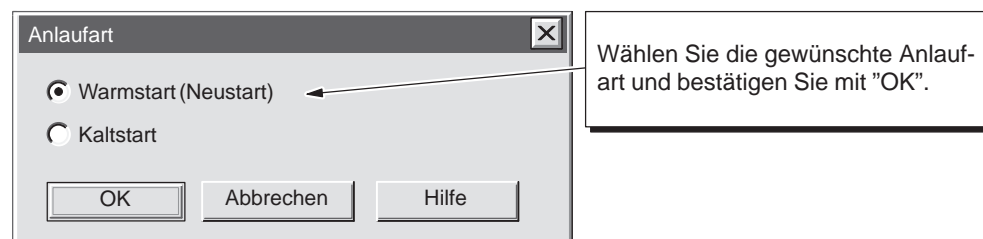

Bild 4-8 Auswählen von Kaltstart oder Warmstart
- Wenn Sie den Betriebszustand mit einem der Befehle aus dem Menü **CPU** (**CPU > RUN** oder **CPU > RUN-P**) wechseln, zeigt WinLC das Dialogfeld "Anlaufart" an, in dem Sie Warm- oder Kaltstart angeben können (siehe Bild 4-8). Wählen Sie die gewünschte Anlaufart aus und bestätigen Sie mit "OK".